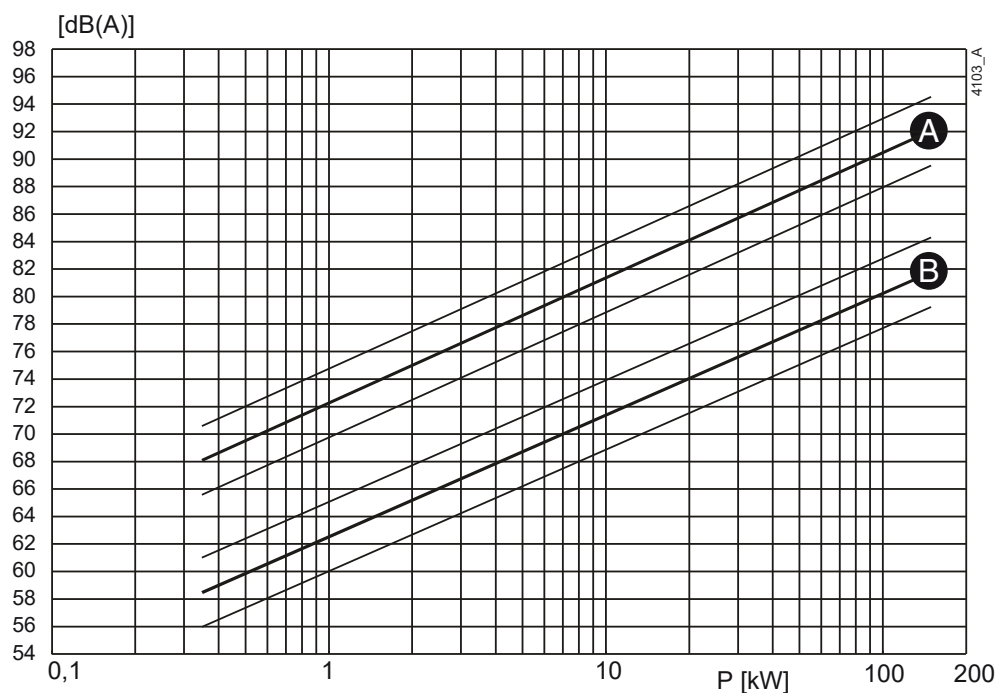
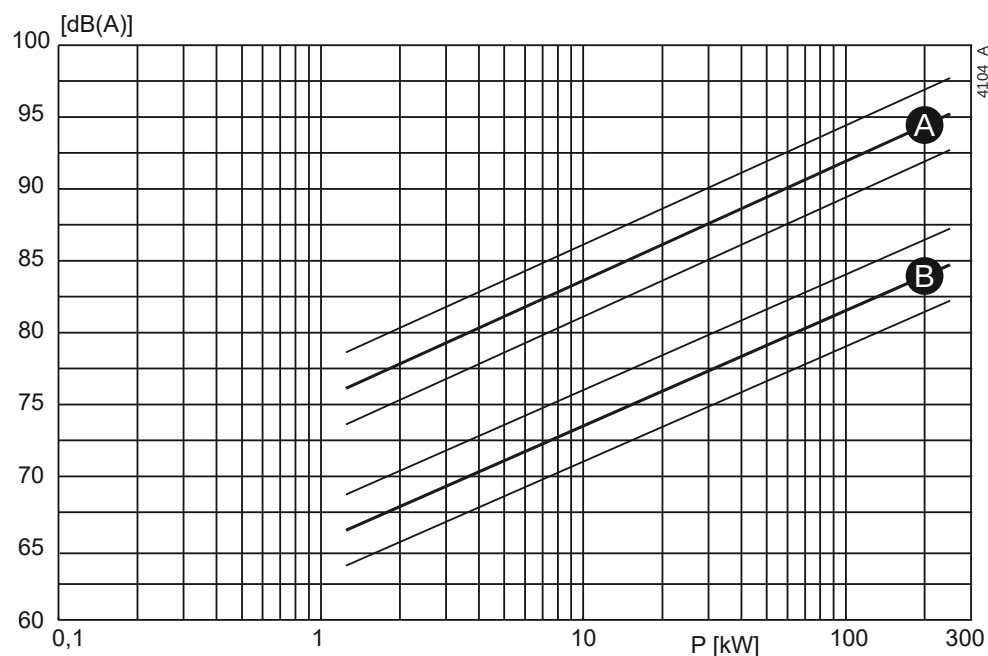

Рисунок 60: Зависимость уровня шума от мощности насоса [кВт] при 1450 об/мин
Рисунок 61: Зависимость уровня шума от мощности насоса [кВт] при 2900 об/мин
- 1 Определите уровень шума ( $L_1$ ) насоса, см. рисунок 60 или рисунок 61.